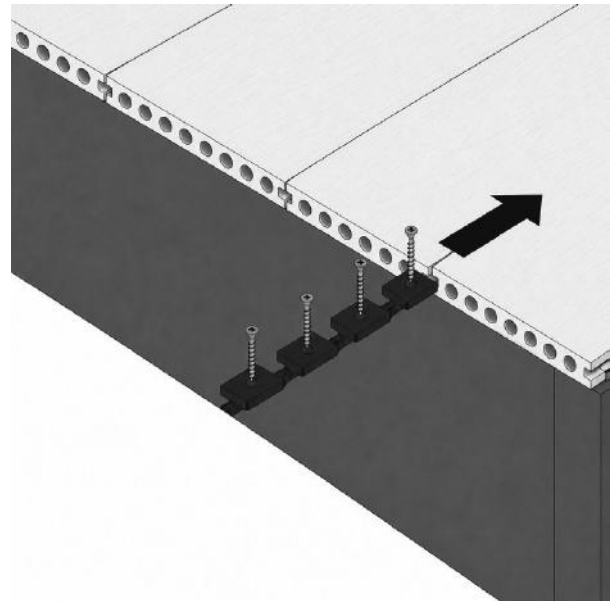

FIG. 9 – VERDECKTE 6-MM-CLIPS ZWISCHEN DIE LETZTEN DIELEN GESCHOBEN
- Wenn die 2 Dielen an Ort und Stelle sind und ein Abstand von mindestens 6 mm zwischen ihnen besteht, schieben Sie die erforderliche Anzahl verdeckter 6-mm-Clips herunter (fig. 9)